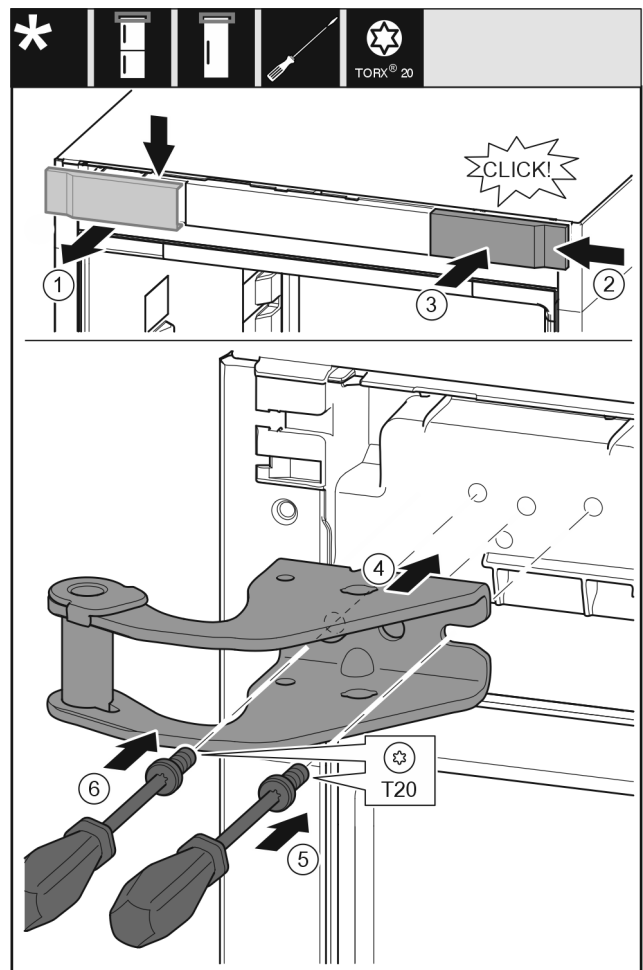

Fig. 19
- Ta av dekselet ovenfra og fremover. Fig. 19 (1)
- Monter dekselet fra høyre, dreid 180°, på den andre siden. Fig. 19 (2)
- La dekselet klikke på plass. Fig. 19 (3)
- Sett på den øvre lagerbukken. Fig. 19 (4)
- Sett skruen på og skru den fast med skrutrekker T20. Fig. 19 (5)
- Sett skruen på og skru den fast med skrutrekker T20. Fig. 19 (6)